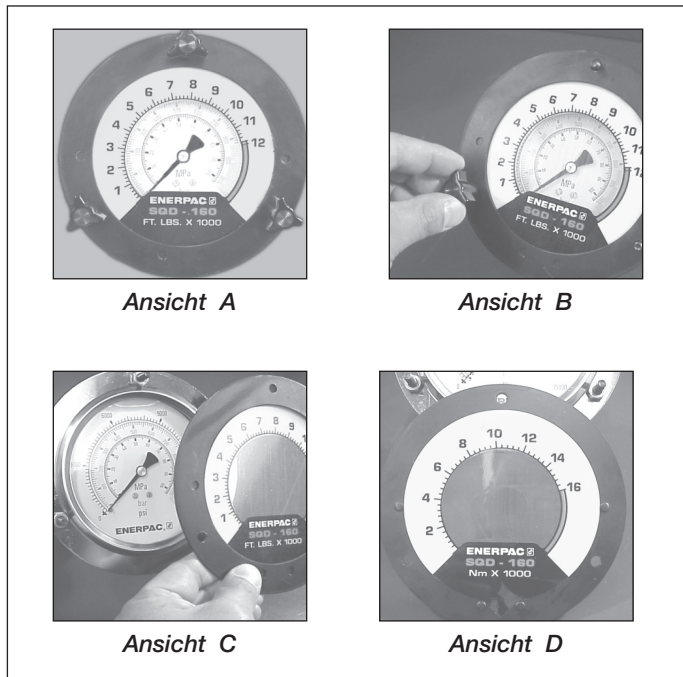

Abb. 8, Anbringen der Auflage
Die Pumpe wird mit einem eingebauten Manometer geliefert. Für Ihre Bequemlichkeit werden Drehmomentauflagen mit jeder Pumpe geliefert. Eine Drehmomentauflage passt über die Skala des Manometers und wandelt die Druckanzeigen problemlos in Drehmomentanzeigen um (siehe Abb. 8, Ansicht A). Die Auflage hat englische Maßeinheiten (Ft-Lbs.) auf einer Seite und metrische Maßeinheiten (Nm) auf der anderen Seite. Um die Skalen zu wechseln, drehen Sie die Auflage einfach um.
1. Entfernen Sie die drei schwarzen Flügelknöpfe, die den vorderen Manometerflansch halten (siehe Abb. 8, Ansicht B).
2. Entfernen Sie den vorderen Flansch und die Auflage (siehe Abb. 8, Ansicht C).
3. Setzen Sie eine neue Auflage (denken Sie daran, zu überprüfen, ob es die richtige Auflage für den verwendeten Enerpac-Drehmomentschlüssel ist) auf den Flansch und richten Sie dabei die Auflage mit den Vertiefungen an der Rückseite des Flansches aus (siehe Abb. 8, Ansicht D).
- Stecken Sie den Flansch auf die Knopfstifte, während Sie die Auflage hinter den Flansch halten (siehe Abb. 8, Ansicht C), positionieren Sie die Auflage bei Bedarf neu und befestigen Sie die Knöpfe handfest (siehe Abb. 8, Ansicht B). Der Flansch drückt die Auflage auf das Manometer und befestigt sie. In der Anleitung zum Drehmomentschlüssel finden Sie den Druck, der erforderlich ist, um das gewünschte Drehmoment zu produzieren. Beachten Sie, dass der maximale Druck sich für verschiedene Schlüssel und Zubehörteile unterscheidet.